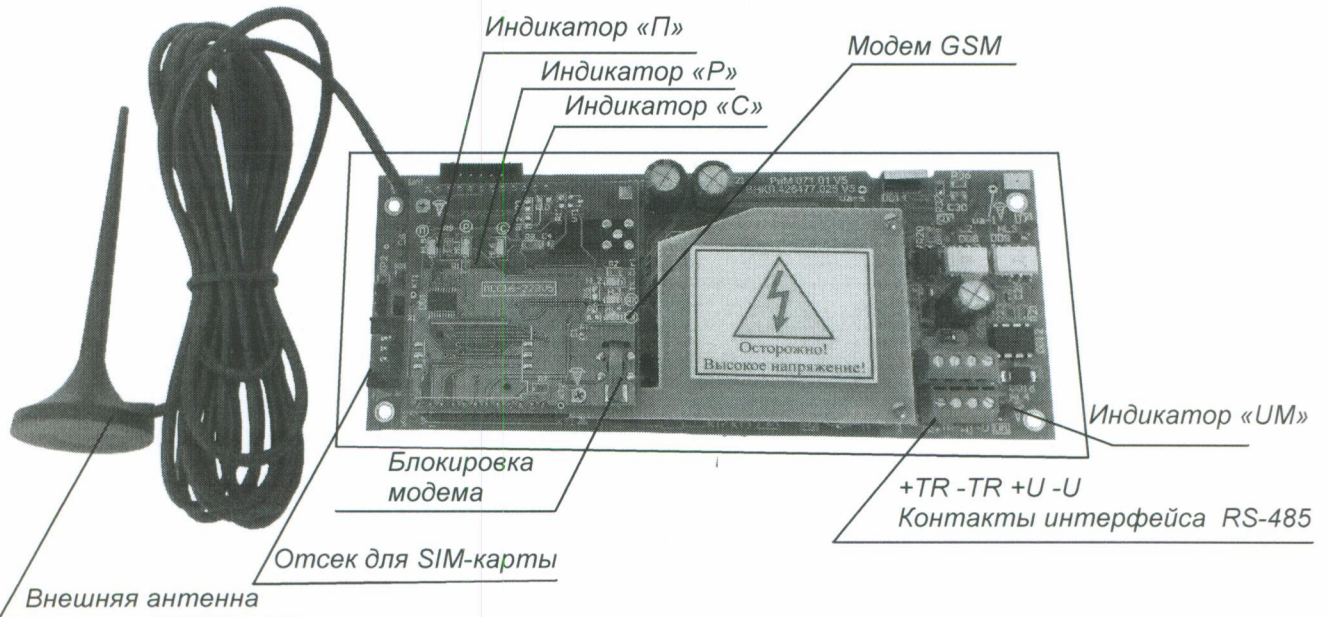

Рисунок 1-Внешний вид электронного блока коммуникатора РИМ 071.02 и его основные составные части (со снятой крышкой)
5.4 Вставить SIM-карту в отсек, расположенный на левом торце платы коммуникатора (см. рисунок 1). Установить верхнюю крышку коммуникатора на место.
5.10 Проверить работоспособность коммуникатора. При подаче напряжения на коммуникаторе начинают светиться светодиодные индикаторы (см. рисунок 1):
8.3 В отверстия на крышке интерфейсного отсека выведены светодиодные индикаторы «П», «Р», (см. рисунок 1), назначение которых описано в таблице 2.
Прочие индикаторы коммуникатора (см. рисунок 1) являются служебными и служат для указания процессов обмена данными внутри коммуникатора.